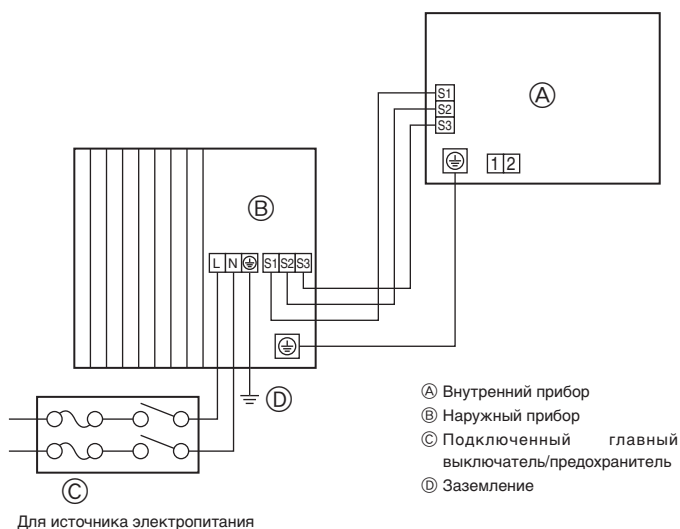
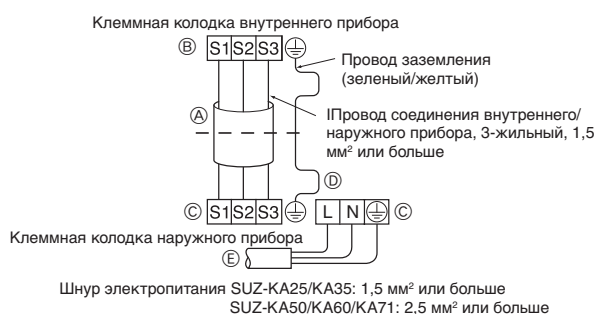
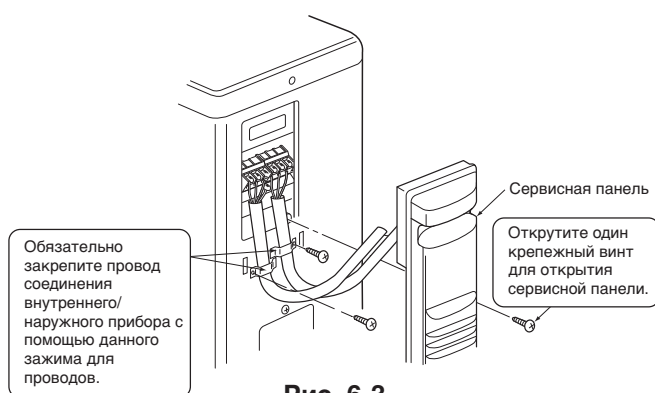
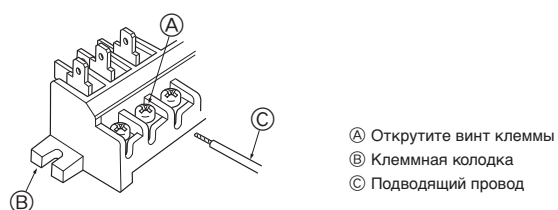

Рис. 6-1
Рис. 6-2
Рис. 6-3
Рис. 6-4
### 6.1. Наружный прибор (Рис. 6-1, Рис. 6-2, Рис. 6-3, Рис. 6-4)
- ① Снимите сервисную панель.
- ② Проложите кабели в соответствии с Рис. 6-1, Рис. 6-2, Рис. 6-3 и Рис. 6-4.
- Проложите проводку в соответствии со схемой слева внизу. (Приобретите кабель на месте) (Рис. 6-2)
- Будьте внимательны и подключайте провода правильно. (Рис. 6-4)